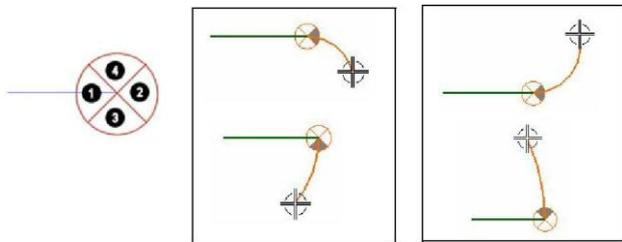

图 3-12 轮廓工具的象限符号
如图 3-12 所示，在曲线产生方向上的两个象限①②表示相切区域，象限③④表示垂直区域。将光标放在某一个象限内，然后按顺时针或逆时针方向将光标移出象限，可以控制圆弧的方向。如果将光标从一个相切象限中移出，圆弧将以在端点处与直线或圆弧相切的方向延伸；如果将光标从一个垂直象限中移出，圆弧将以在端点处与直线或圆弧垂直的方向延伸。